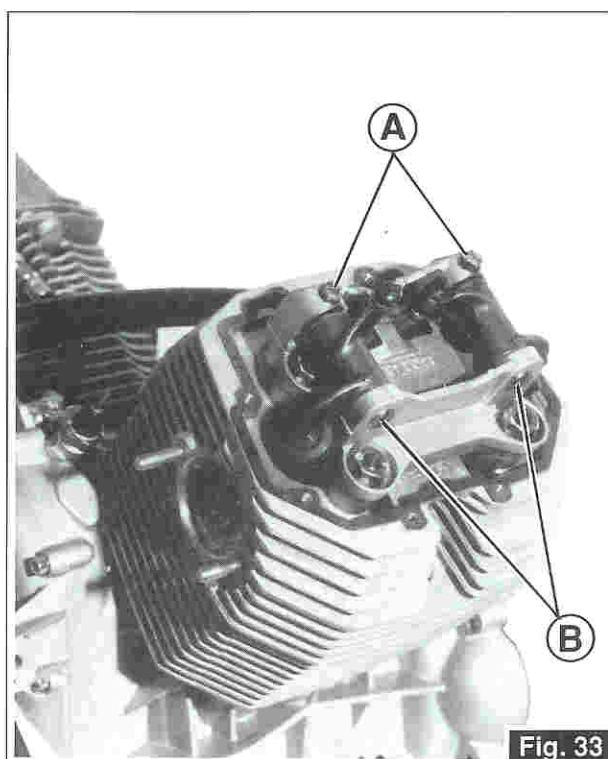

Fig. 33
- Togliere le 2 viti «A» ed estrarre i perni dei bilancieri «B» aiutando la fuoriuscita degli stessi con cacciavite (Fig. 33 e 33A).
- Remove the two 2 screws «A» and draw out the shafts of rocker arms «B» easing them out with a screwdriver (Fig. 33 and 33A).